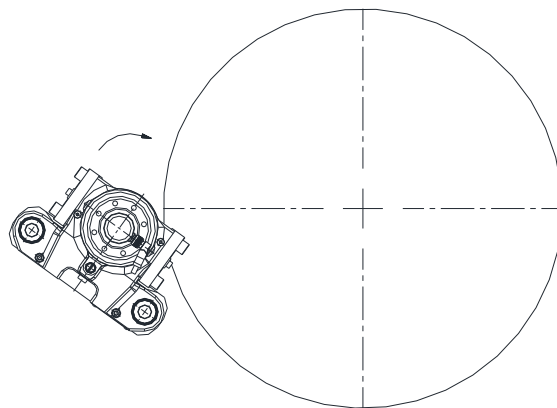

Figura 9
**Para un montaje más sencillo puede fijar de momento el freno solo con un tornillo. Gire el freno hacia dentro hasta que también se puedan colocar los tornillos restantes (véase figura 9).**